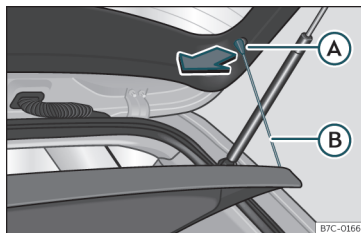

Fig. 114 Nel bagagliaio: smontare e montare il ripiano.
- Sganciare i tiranti di sostegno »» **fig. 114** (B) dagli alloggiamenti (A).
- Agganciare i tiranti di sostegno »» **fig. 114** (B) nel portellone posteriore.